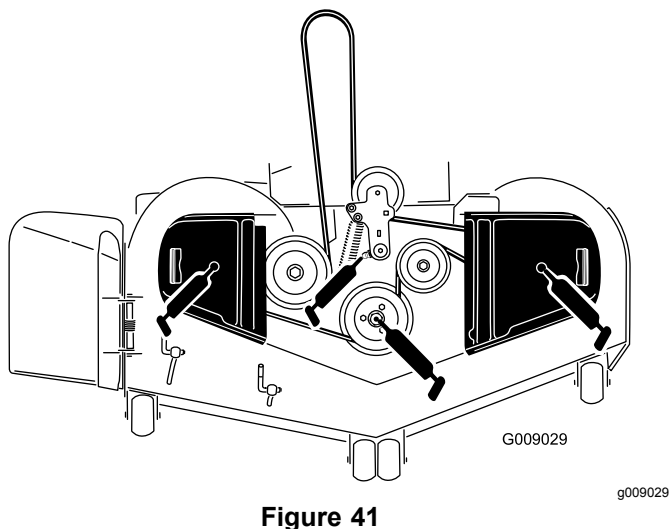

Figure 41
3. Graissez le pivot de la poulie de tension du tablier de coupe jusqu'à ce que la graisse ressorte par le bas (Figure 41).
4. Lubrifiez les roulements des 3 axes jusqu'à ce que la graisse ressorte (Figure 41).